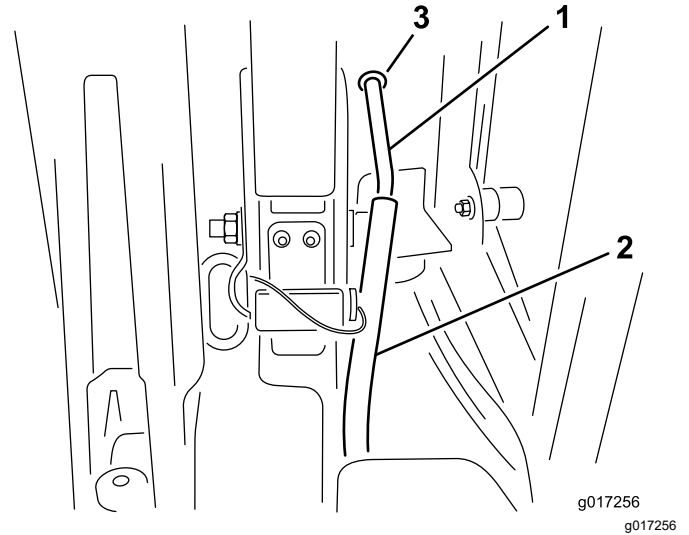

図 14
- ゴム製のラインが、ゴム製のアイソレーションマウントよりも上に出るようになり、ベントラインの開口端ブレーキがエンクロージャの外側で下向きになり、水や異物が浸入できないようにゴム製ラインを調整する 図 14。